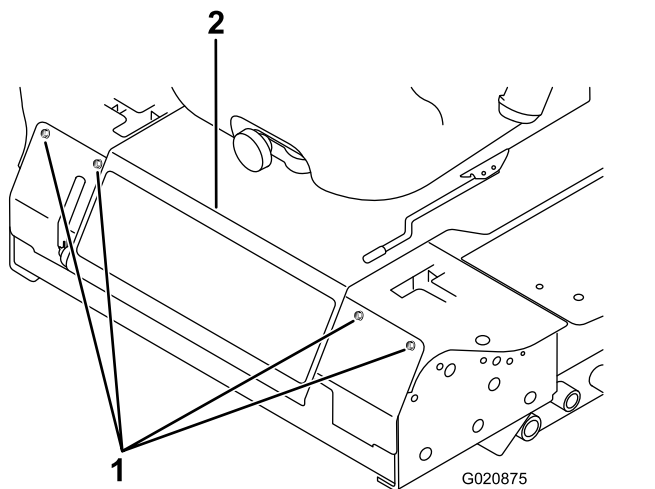

Figure 43
2. Retirez les boulons de fixation du panneau avant et déposez le panneau (Figure 43).